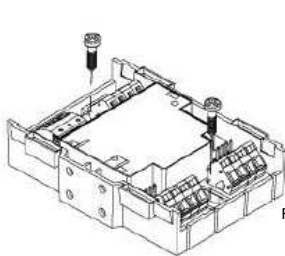

Fig. 4.4.1.
- Instalação diretamente em um gabinete de comutação ou em uma unidade de controle: monte o módulo sobre uma superfície uniforme (Fig. 4.4.1)
2. Fixe o módulo com dois parafusos (M4 X15) (Fig.4.4.1). Distância entre furos: $63,5 \pm 1,0$ mm.